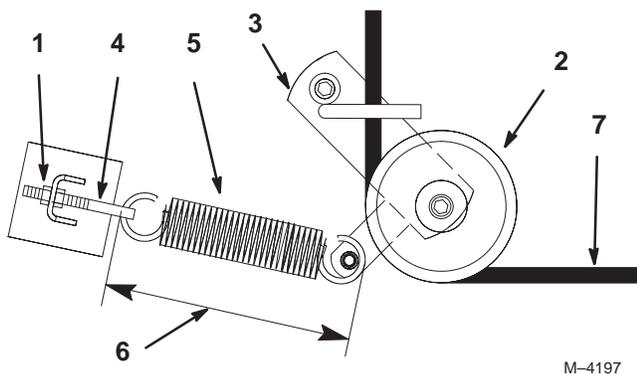

Figure 53
3. Desserrez l'écrou extérieur sur le boulon à œil du ressort (Fig. 53).
5. Déposez la poulie de tension rappelée par ressort (Fig. 53).
6. Faites passer la courroie neuve dans le bras de tension (Fig. 53).
8. Serrez l'écrou extérieur sur le boulon à œil du ressort (Fig. 53).
Remarque : Vérifiez la longueur du ressort. Il doit mesurer 238 ± 3 mm (9-3/8 ± 1/8") une fois en place. Procédez à un réglage si la longueur n'est pas correcte (Fig. 53).